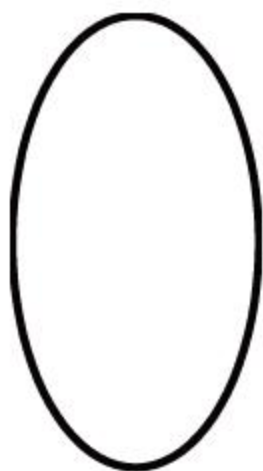

图4-84 绘制椭圆
**01** 新建一个空白文档，并单击【绘图】面板中的【椭圆】按钮，在绘图区域中绘制一个短轴为5、长轴为10的椭圆，如图4-84所示。